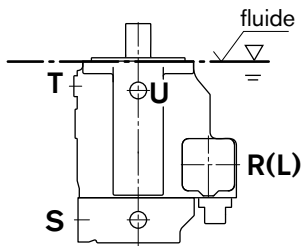

figure 1
a) Si le niveau de fluide minimal est supérieur ou égal à la surface du flasque de montage de la pompe : raccords » R/L « , » T « et » S « ouverts (voir figure 1).